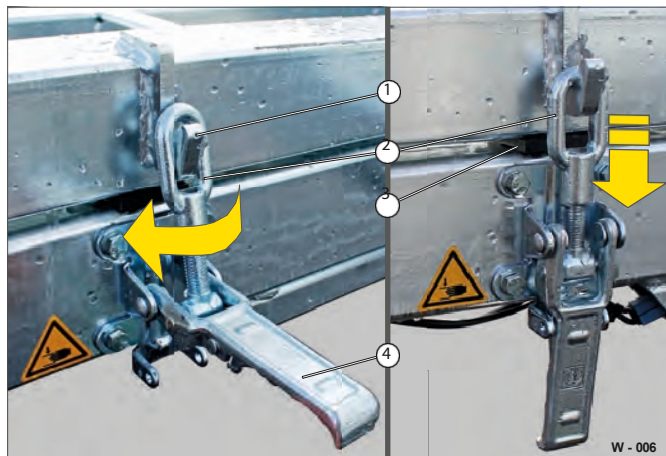

Fig. 6 Inställning av excenterlås
- Stäng spärren: Spaken (Fig. 6/4) måste vara låst.